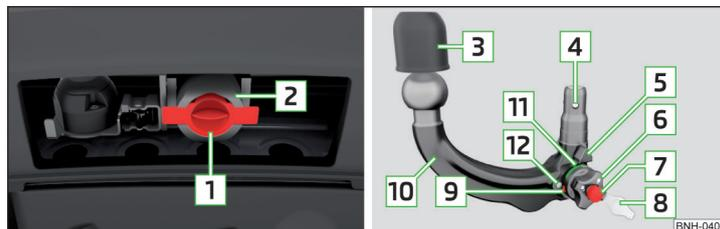

Fig. 129 Support du dispositif d'attelage/boule d'attelage
**Support du dispositif d'attelage et boule d'attelage » fig. 129**